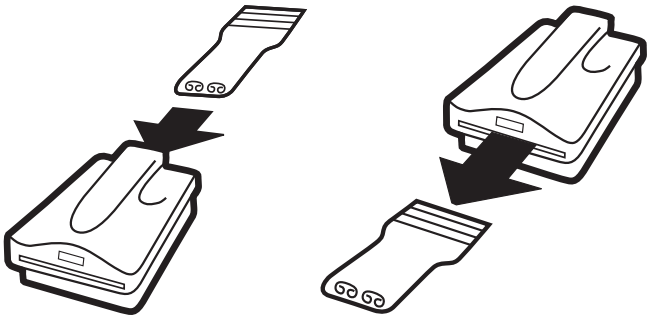

Figure 5
3. Insérez l'outil par l'arrière de l'unité et retirez entièrement l'outil par l'avant (voir la Figure 5).